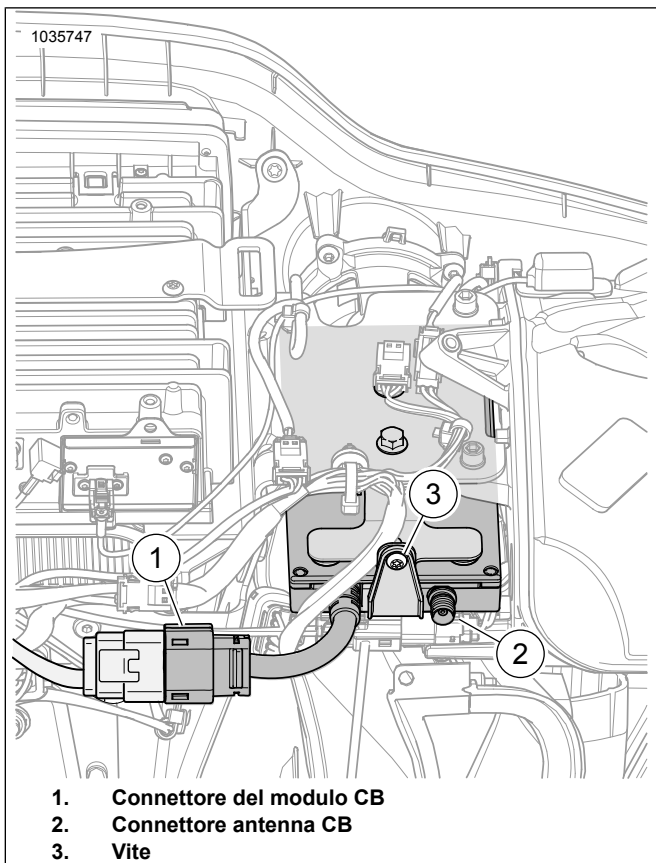

Figura 5. Connettori del cablaggio della carenatura interna
6. Vedere Figura 5 Collegare la parte femmina del connettore a 12 vie al CB [[184] (1).